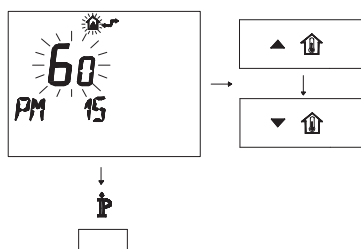

Figura 5.13
- Modificare il SET programmato agendo sui pulsanti  o  fino a visualizzare un **set di 60**, aspettare che il numero programmato cominci a lampeggiare (Figura 5.13).